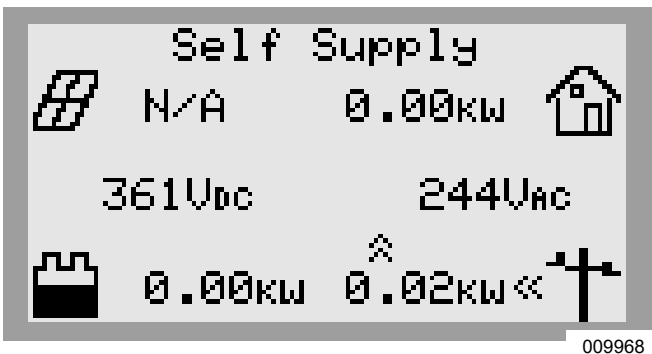

Figura 6-6. Selección de modos de sistema (4 de 4)
6. Consulte la Figura 6-6. Verifique que el modo indicado en la parte superior de la pantalla de inicio sea el modo deseado.